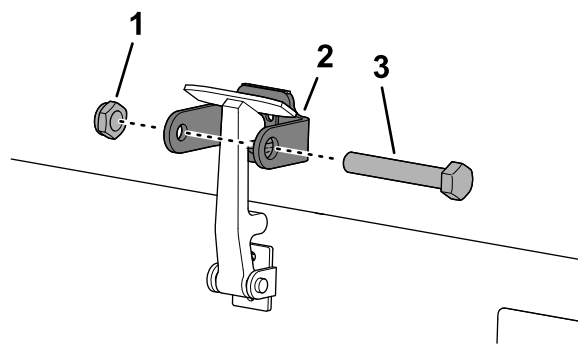

Figura 35
7. Înnurubă urubul în celălalt braț al suportului clichetului capotei pentru a bloca clichetul în poziție (Figura 35).